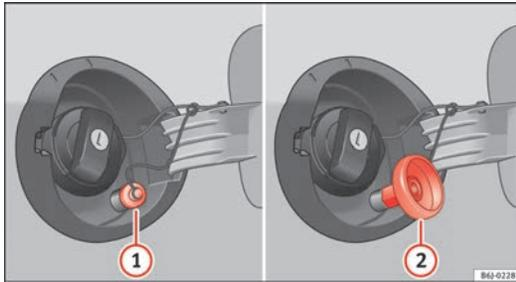

Abb. 119 Geöffnete Tankklappe mit Autogas-Einflüllstutzen und Adapter.
- Schrauben Sie den Deckel des Autogas-Einflüllstutzens ⇒ Abb. 119 ① ab.
- Schrauben Sie den erforderlichen Adapter ⇒ Abb. 119 ② auf den Autogas-Einflüllstutzen ①.
- Schrauben Sie den Adapter ⇒ Abb. 119 ② wieder ab. ▶
⇒ Abb. 119  auf.